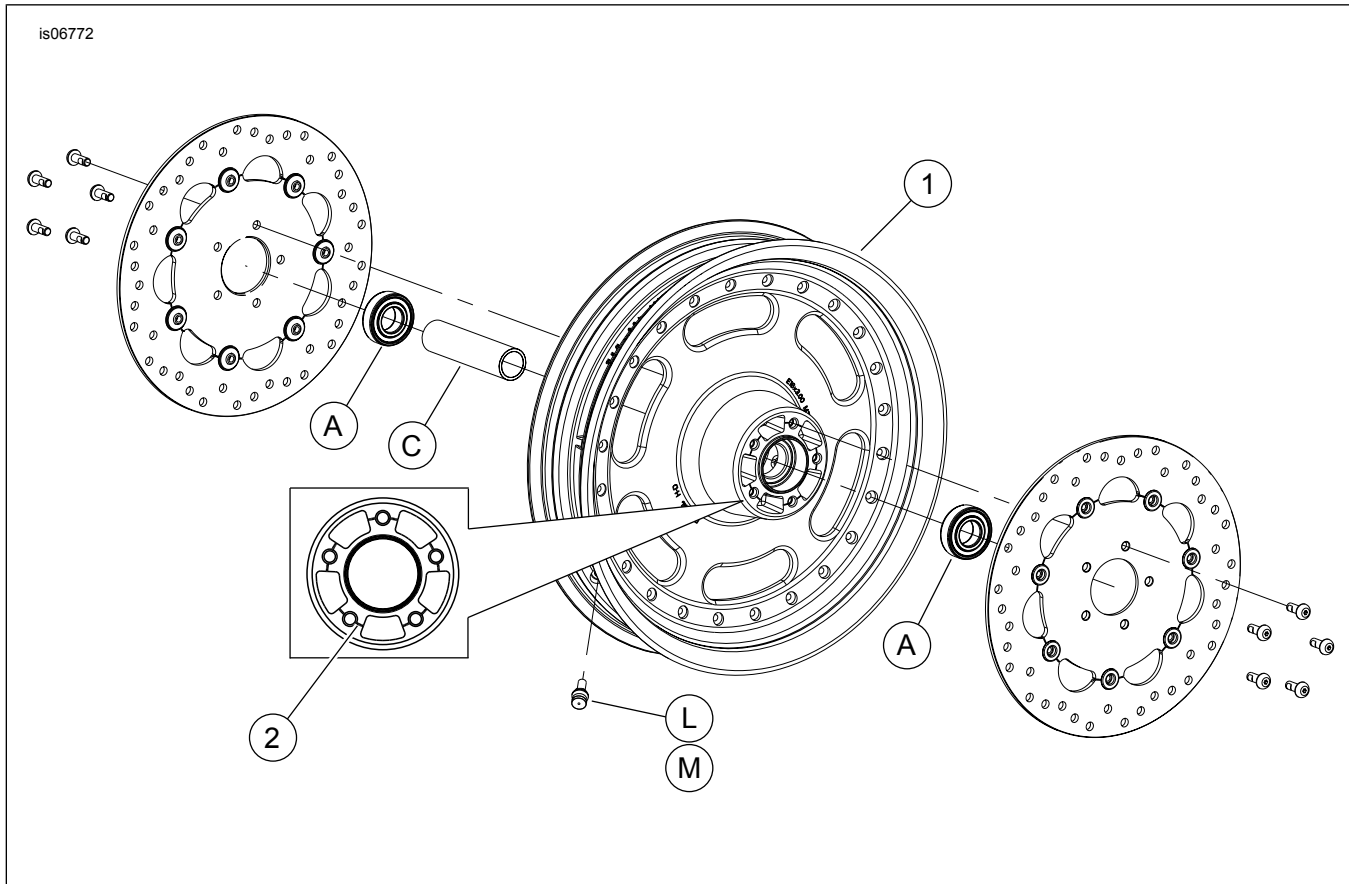

Figura 1. Parti di ricambio: Ruota anteriore Fat Bob Cutback
2. Vedere Figura 1. Installare il gruppo dello stelo della valvola (L) sulla ruota. Consultare il manuale di manutenzione.